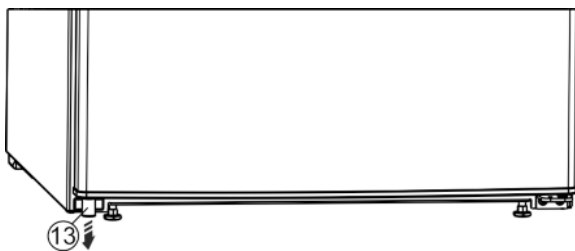

Fig. 4
- Retirer la butée Fig. 4 (13) de la porte en bas à gauche.